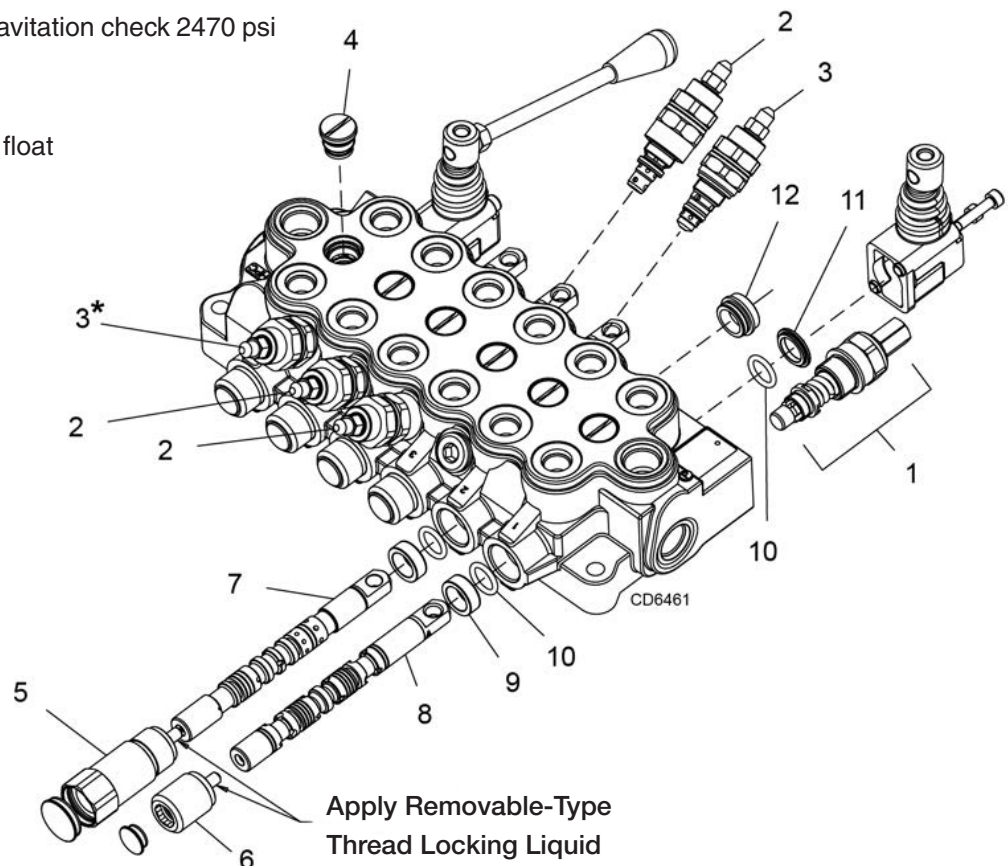

Figura 12. Conjunto de Válvula de Controle BH65/75
Veja a Figura 12
Para ajustar a válvula de alívio, coloque um manômetro de 3000 psi na linha conectada no pórtico de entrada (IN) da válvula. Remova a tampa da parte superior da válvula de alívio (1, Figura 12). Gire o parafuso de ajuste no sentido horário para aumentar a pressão e no sentido anti-horário para diminuir a pressão. Ligue o motor e ajuste o acelerador em máxima rotação. Mova a alavanca de controle do estabilizador direito para elevar o mesmo para a posição de transporte e segure-a para que a pressão aumente. Ajuste o parafuso para obter 2030 psi para BH65 ou 2470 psi para BH75. Desligue o motor e recoloque a tampa.
Posicione os limpadores do carretel (A) (Figura 12) nos carretéis do giro, lança e concha na placa de articulação. Reinstale o mecanismo de controle. Observe que os parafusos instalados nos carretéis do braço e da lança devem ser apertados até encostar e em seguida, voltar aproximadamente $\frac{1}{2}$ volta para permitir o livre movimento do joystick.
7. Spool, 4-position float (1)
8. Spool, 3-position (5)